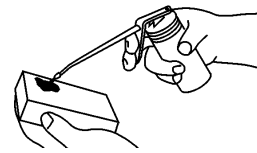

Figure 17
5. Verser une cuillère à soupe d'huile SAE 30W sur le filtre à air (Fig. 17).